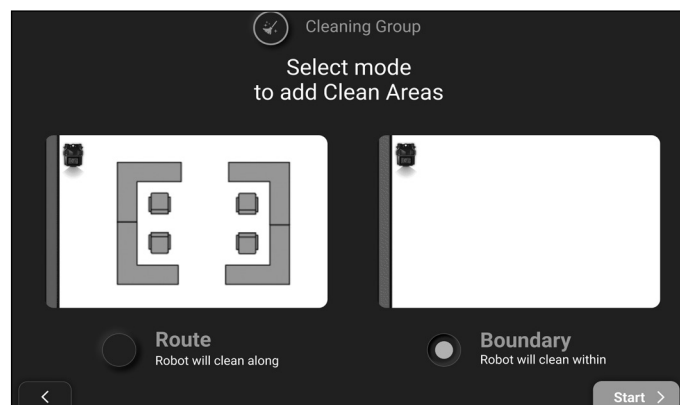

Abbildung 32
12. Um einen Reinigungsbereich zu erstellen, wählen Sie Route oder Begrenzung (**Abb. 32**). Die Route ist nützlich für die Reinigung von Bereichen mit großen Hindernissen, und die Begrenzung ist nützlich für die Reinigung großer Bereiche. Drücken Sie auf „Start“, nachdem Sie den Modus für das Hinzufügen von Reinigungsbereichen ausgewählt haben.